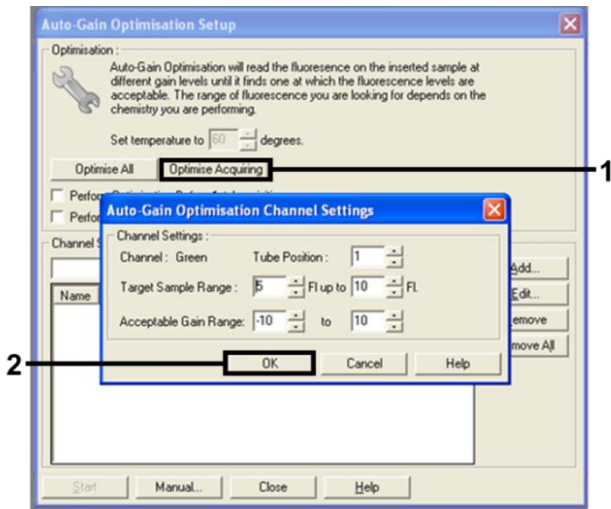

Figura 11. Ottimizzazione automatica del guadagno per il canale Green.
13. Fare clic su Optimise Acquiring (Ottimizza acquisizione). Per ogni canale vengono visualizzate le impostazioni corrispondenti. Fare clic su OK per accettare questi valori predefiniti per entrambi i canali. (Figura 11).